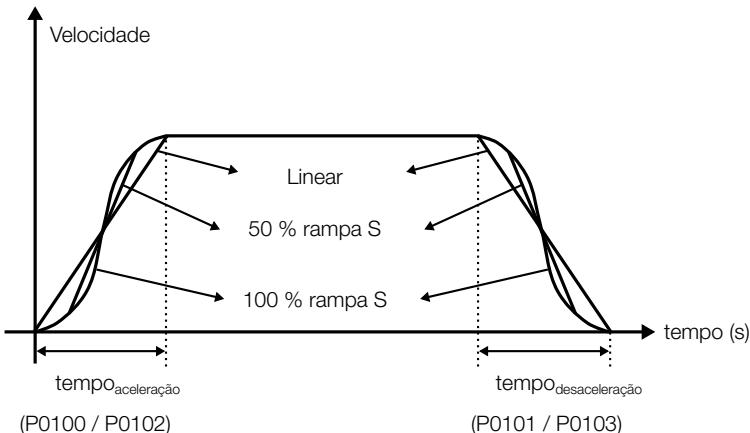

Figura 5.3: Rampa S ou Linear
- Consulte a Figura 5.3 na página 5-13.